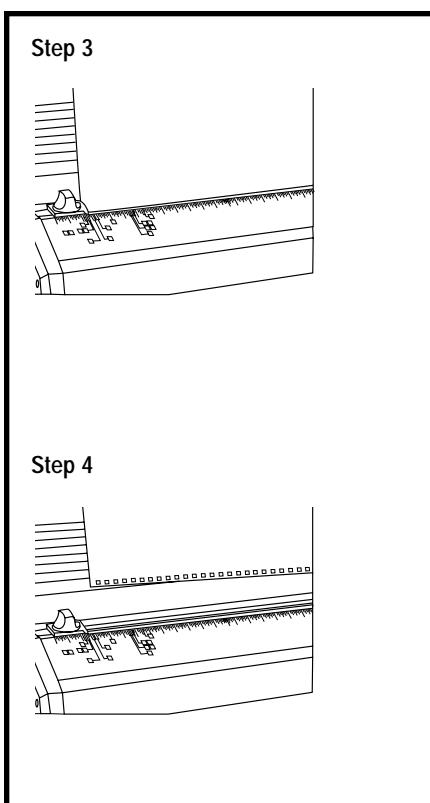

Figure 6
Step 3: Insert Paper Into Machine: Insert a small stack of paper (use the same size as the document to be punched) completely into the Punching Throat (Figure 1b, O). For this check, four to five pieces of paper are easiest to handle. Slide the paper to the left until it touches the Edge Guide (see Figure 6).	Fase 2: Attivare la macchina: Attivare la macchina portando l'interruttore ON/OFF (I/O) (Figura 1a, E) su ON, posizione "I". Controllare che la spia verde "POWER" sia illuminata. Tenere in posizione i fogli di prova, in prossimità della guida dei bordi, e avviare il ciclo di perforazione premendo il comando a pedale (Figura 1a, C) oppure l'interruttore da tavolo (Figura 1b, G).
Step 2: Remove the extra punch pins. Gently press down on the top rail of the die Set. Unlatch the hook end of the Pin Retainer Rail (beside the Die Set Handle) and swing it free from the top of the Punch Pins. Pull the Punch Pins out that are not required. Reattach the Punch Pin Retainer. (See Figure 6)